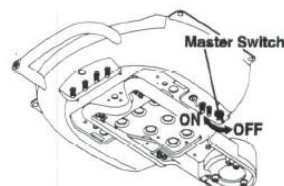

Рис. 3-1. Главный выключатель.
(1) Главный выключатель (Рис. 3-1, 3-2 и 3-3)